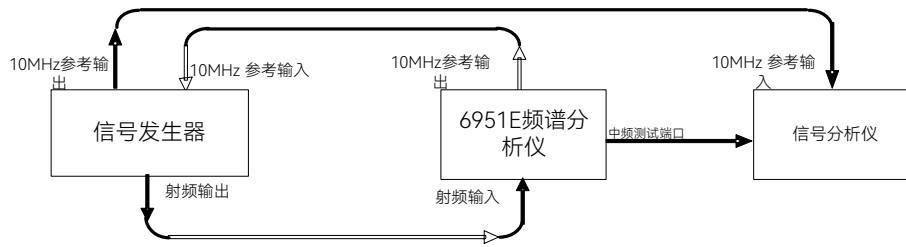

图7.5 输入衰减器范围测试
- 1) 开机预热，按图 7.5 连接设备，6951E 为信号发生器和信号分析仪提供 10MHz 参考信号。设置信号发生器频率为 1GHz，功率为-20dBm，选择 6951E【频率】，设置中心频率为 1GHz，扫宽为 1kHz，选择 6951E【幅度】，设置参考电平为-20dB，设置信号分析仪中心频率为 187.5MHz，扫宽为 10kHz，参考电平为-10dB，设置信号发生器射频输出为开，信号分析仪选择光标，差值频标。